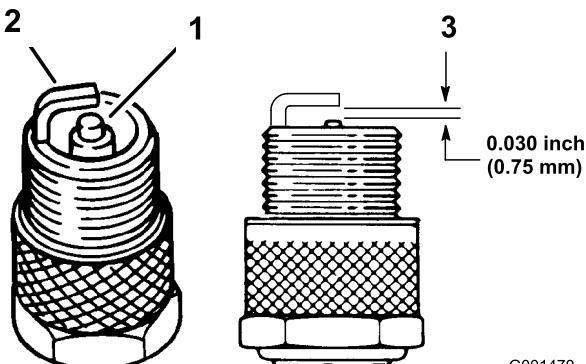

Figura 43
4. Verifique o estado dos elétrodos lateral e central, bem como do isolante do elétrodo central, certificando-se de que não se encontram danificados (Figura 43).
5. Ajuste a folga existente entre a zona central e lateral dos elétrodos para 0,76 mm (Figura 43).